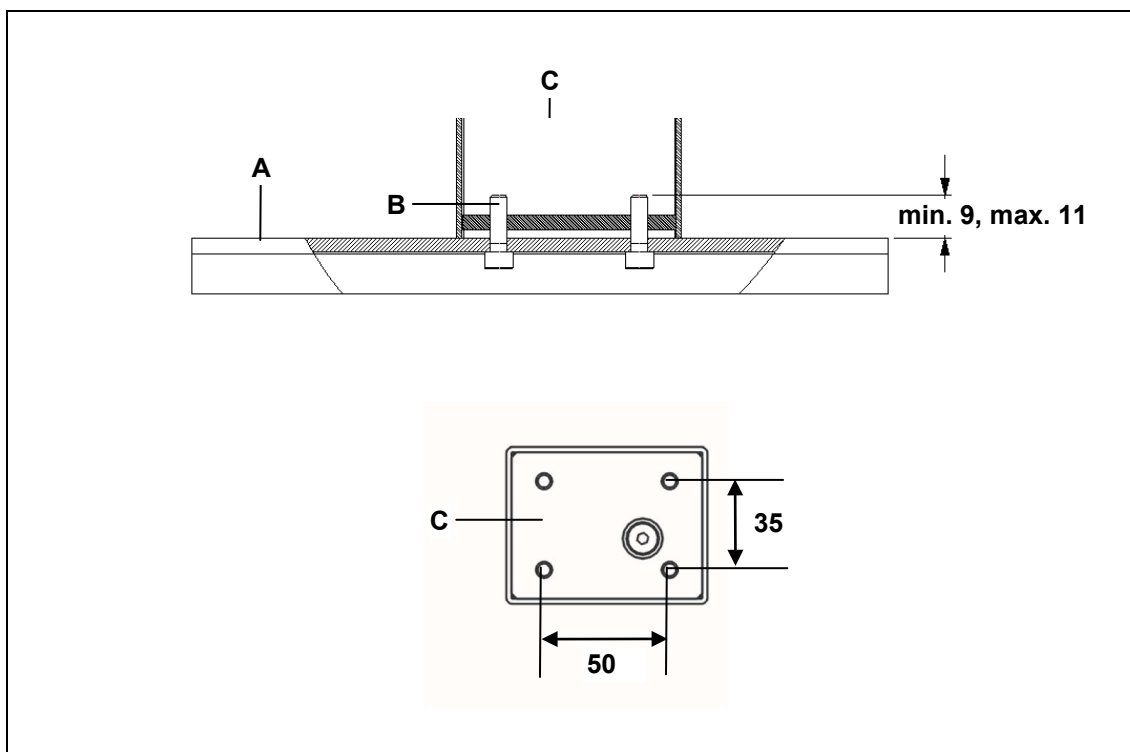
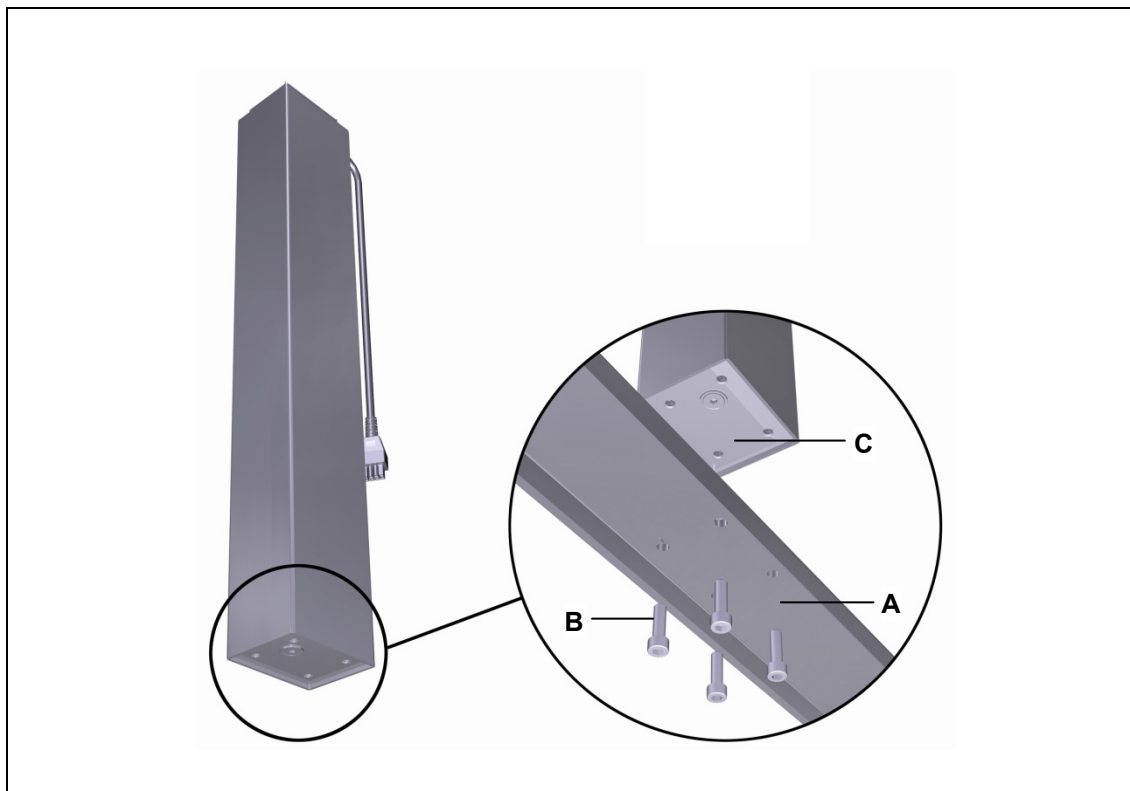

Fig. 6 Montage du pied de table : (indications en mm)
Fig. 7 Montage du pied de table
- Utilisez des vis M6 (classe de résistance 8.8) de longueur adaptée de façon à ce que la profondeur de vissage soit d'au moins 9 mm et de 11 mm au maximum comme indiqué à la Fig. 6 (longueur des vis = épaisseur de la plaque de base + 9 mm min. à 11 mm max.). Le couple de serrage ne doit pas dépasser 10 Nm.
- 1 Vissez le pied de table à l'aide de quatre vis sur l'extrémité inférieure de la colonne de levage ID21 comme indiqué à la Fig. 7 (couple de serrage maximal 10 Nm). Les cotes de montage sont indiquées à la Fig. 6.